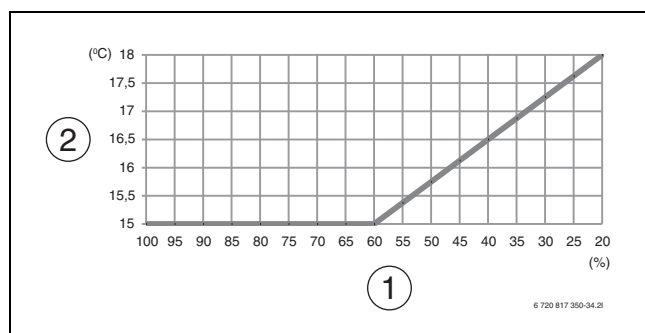

Bild 1 Lägsta temperatur på inkommande luft för kompressordrift
- Se diagrammet för inställning av lägsta temperatur i förhållande till fläkthastigheten (→ Bild 1).